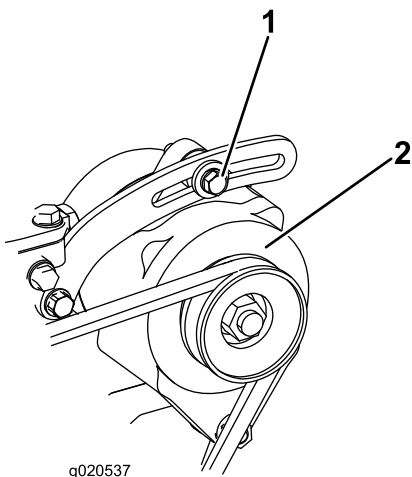

Figura 91
1. Dacă deformarea nu este de 10 mm, slăbiți uruburile de montare a alternatorului (Figura 91).